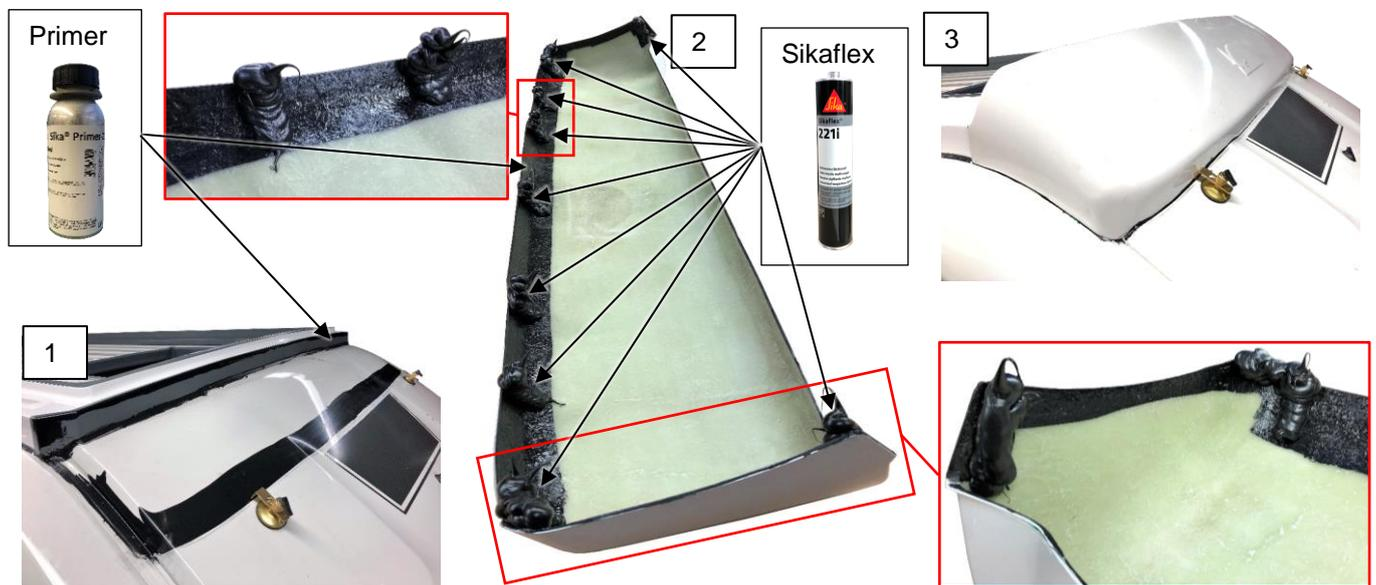

Abb. 4-1: Montage des Frontspoilers
- Den Frontspoiler, den GFK-Rahmen und das Fahrzeug im Verklebebereich vorbereiten (s. Abb. 4-1, 1, 2).
- Geben Sie großzügige Kleckse Sikaflex 221i (insgesamt 2 Kartuschen) auf den Verklebebereich des Frontspoilers (2).
- Positionieren Sie den Spoiler auf dem Fahrzeug und drücken ihn fest an (3). Dieser darf dabei nicht gewaltsam verspannt werden, um Risse zu vermeiden.